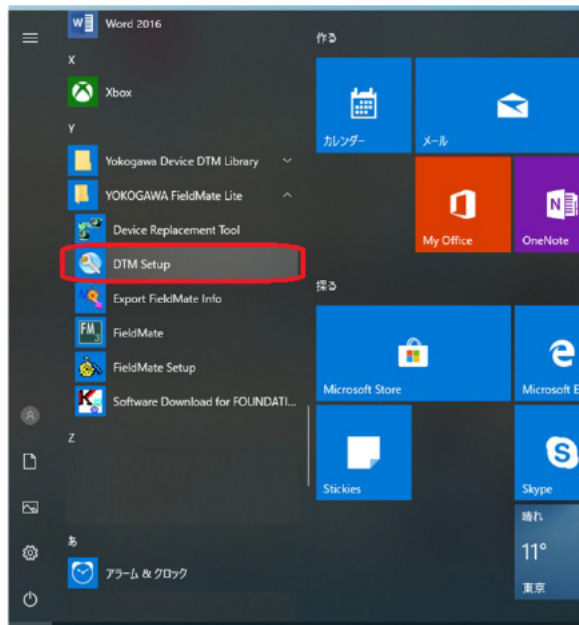

図 5-1 Windows メニュー
- ① Windows メニュー⇒YOKOGAWA FieldMate Lite⇒DTM Setup より DTM Setup Tool を起動します。(図 5-1)